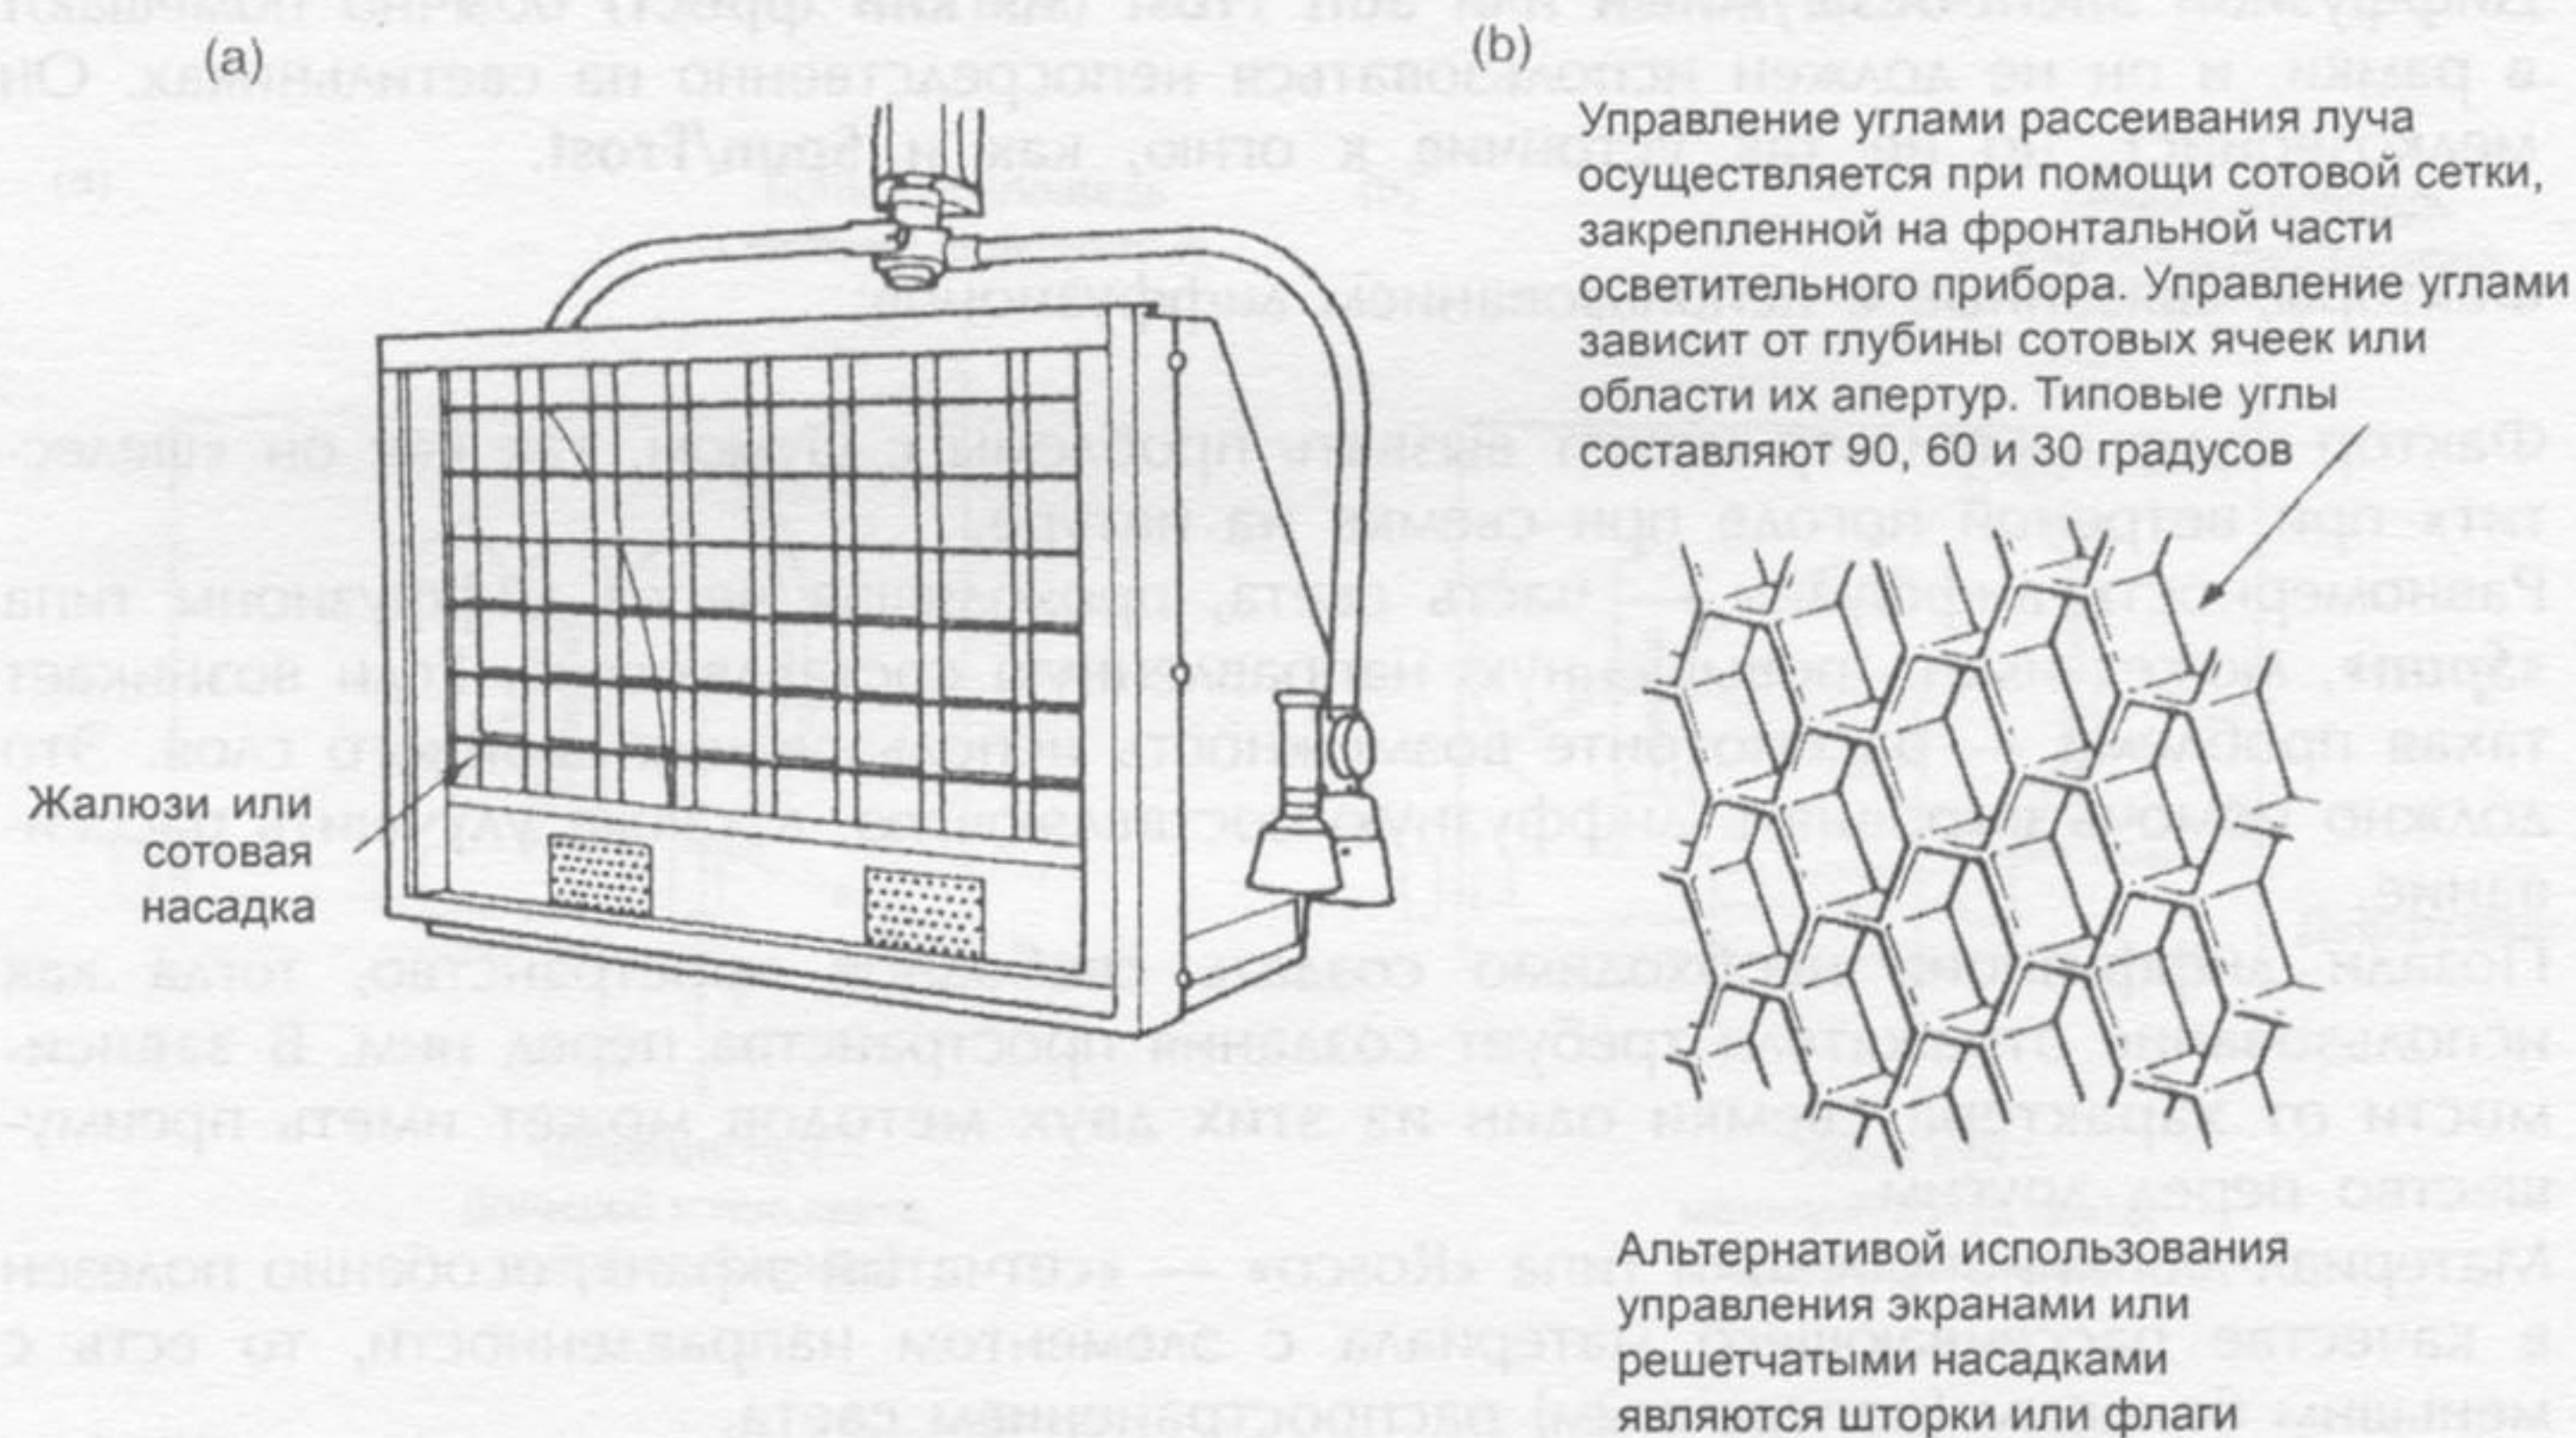

Рис. 9.27 (a) Сотовидная решетчатая насадка; (b) управление сотовидным экраном
- c) включает в комплект решетчатую насадку или сотовидный экран, чтобы создать возможность управления боковым распространением света (рис. 9.27).
Рисунок 9.27 иллюстрирует типичный прибор мягкого света в комплекте с решетчатой насадкой или системой жалюзи, которая уменьшает боковой свет от источника. Обычно такие осветительные приборы имеют выключатели для части ламп, уменьшающие в половину потребляемую мощность, то есть от $2\frac{1}{2}$ до $1\frac{1}{4}$ кВт или от $1\frac{1}{4}$ кВт до 625 Вт. Это должно помочь в коррекции интенсивности света при стабильной цветовой температуре.
Лучший прием управления формой луча мягкого света состоит в том, чтобы использовать насадку сотовидной формы типа экрана (рис. 9.27). Это может дать очень эффективный контроль углов действия прибора в зависимости от глубины сот или области сотовых апертур, типичные углы для которых составляют 90°, 60° или 30°.